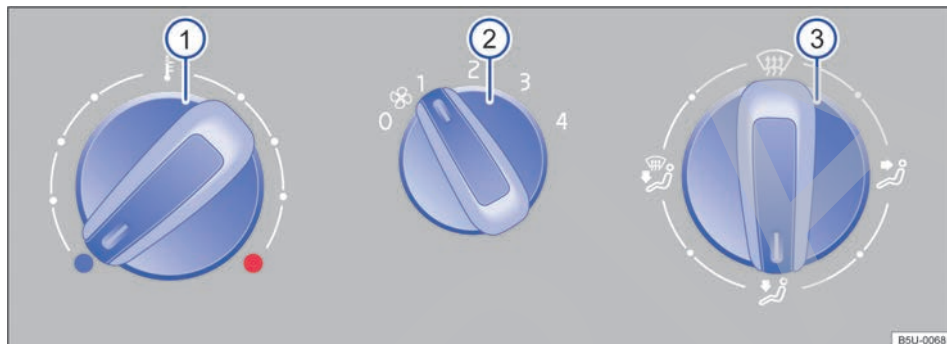
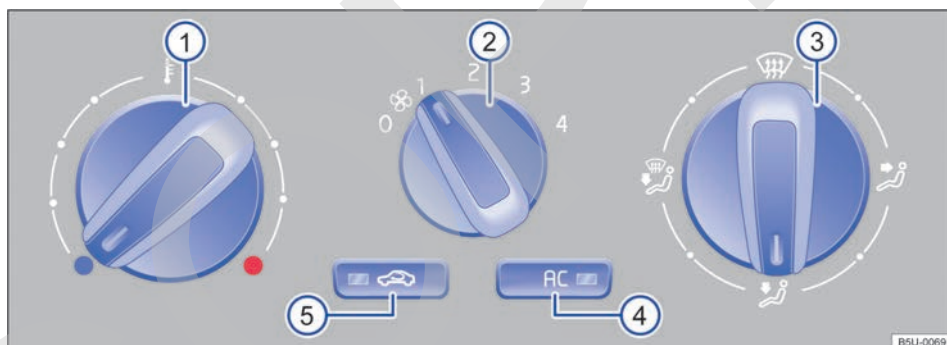

Fig. 117 En la consola central: comandos de la calefacción y la ventilación.
Fig. 118 En la consola central: comandos del aire acondicionado.
Tecla, regulador	Información complementaria del sistema de calefacción y ventilación ⇒ fig. 117 y aire acondicionado ⇒ fig. 118.
- En vehículos con sistema de calefacción, colocar el regulador de temperatura ⇒ fig. 117 totalmente hacia la derecha, en la posición máxima de calefacción.
- Colocar el regulador de la distribución de aire → fig. 118 ③ en la posición .
- Colocar el ventilador ② en la etapa 3 o 4.
- Apretar la tecla  ④ para conectar el sistema de refrigeración. La luz de control debe encenderse en la tecla. El modo de recirculación del aire se desconecta automáticamente y la luz de control en la tecla  ⑤ se apaga.
- Colocar el regulador de la temperatura ① en la posición deseada.